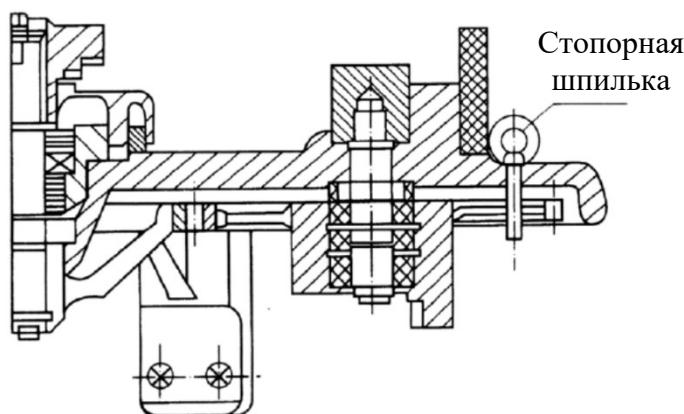

Рисунок 12 Демонтаж стопорной шпильки контактора
- 2) Поднять масляный бак и удалить стопорную шпильку контактора (Рисунок 12).